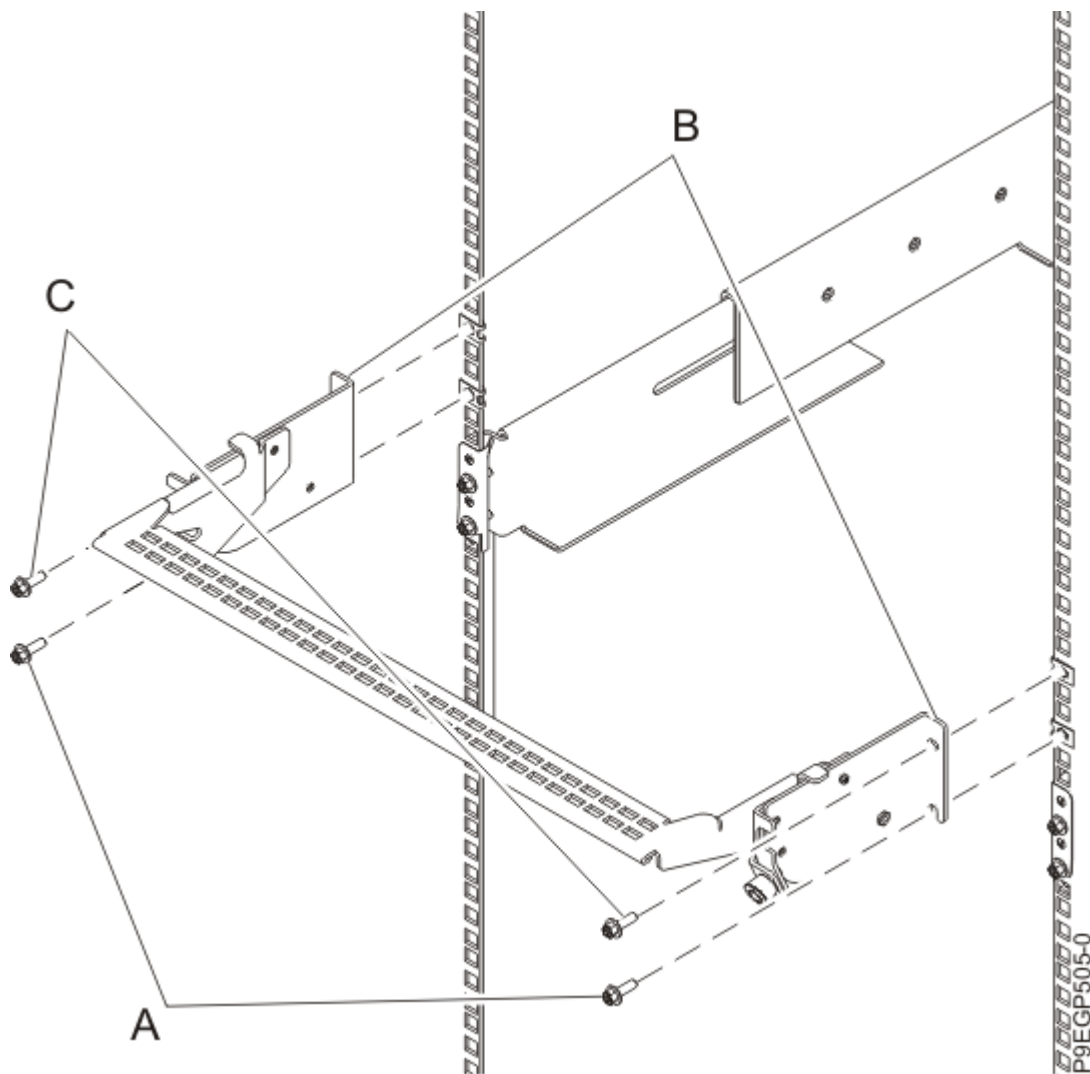

Figura 11. Instalarea colțarului de poziționarea cablurilor
- a. În spatele dulapului, strângeți parțial cele două șuruburi M5 **(A)** chiar deasupra clemelor șinei sertarului unde sunt instalate piulițele colivie. Aceste două șuruburi vor deveni șuruburile inferioare care ajută prinderea colțarului de pozarea cablurilor de dulap. Consultați Figura 11 la pagina 15.
- c. Aliniați colțarul ca flanșele sale de montare **(B)** să se alinieze cu găurile de sus ale flanșelor dulapului, așa cum se arată în Figura 11 la pagina 15.